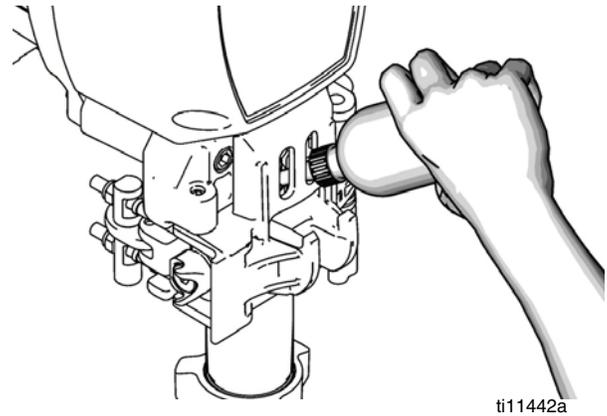

FIG. 25
8. FIG. 25. Llene la bomba con líquido TSL de Graco, hasta que el líquido rebose por la parte superior de la junta.